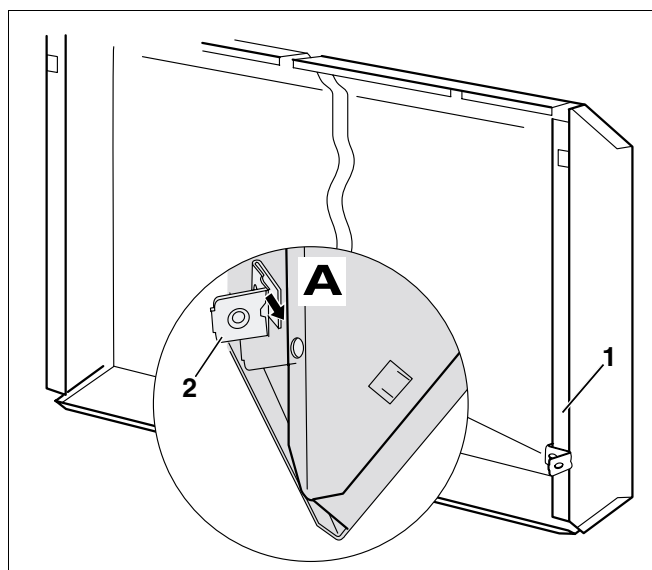

Fig. 45 Fixarea clemelor de blocare (aici: peretele dreapta)
- Clemele de blocare (Fig. 45, **Poz. 2**) corespunzătoare Fig. 45 se împing pe tabla cu muchii de la peretele lateral (Fig. 45, **Poz. 1**) până ce intră în locașul prevăzut (Fig. 45, **Lupă A**).